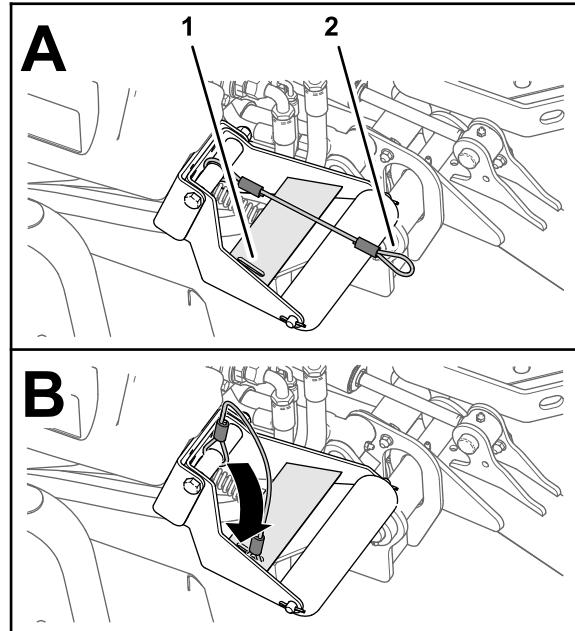

Bild 27
4. Schieben Sie die Schleife der Verbindungsleine bei abgesenkten Mähwerken in den Schlitz in der Verstärkungsplatte der Rollenstütze (**Bild 27**).